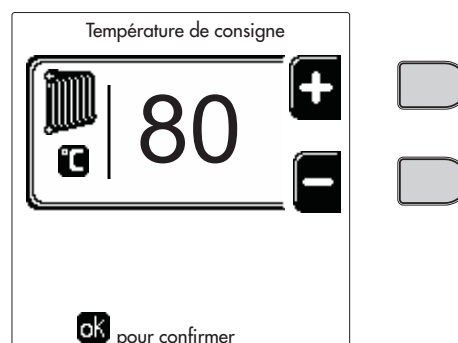
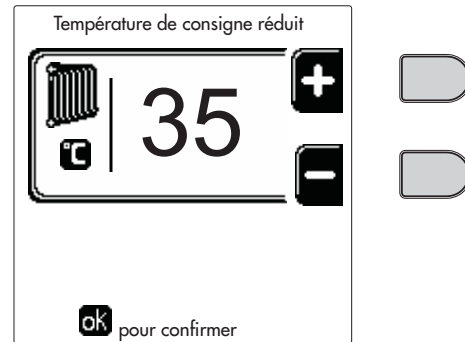
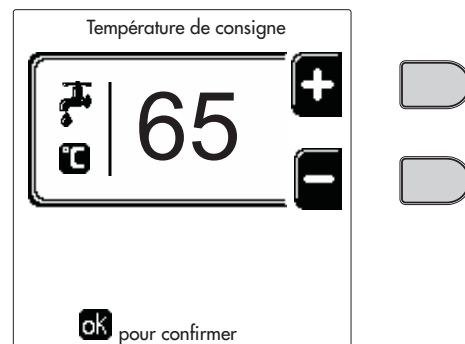
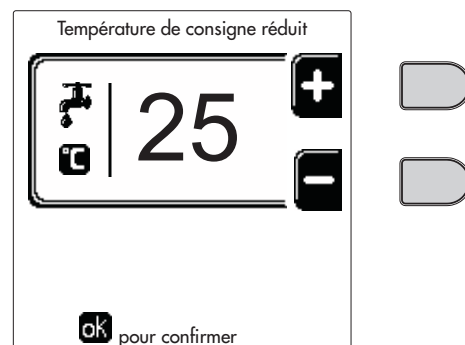

fig. 13
fig. 14
fig. 15
fig. 16
- **ON**. En cas de demande Chauffage/ECS, la chaudière fonctionne à la Température de Réglage Chauffage/ECS (fig. 13/fig. 15) réglée.
-  En cas de demande de Chauffage/ECS, la chaudière fonctionne en Température de réglage réduite. La température réduite est obtenue en soustrayant la valeur de la température de réglage réduite (fig. 14/fig. 16) de la température de réglage du chauffage/ECS (fig. 13/fig. 15) définie.